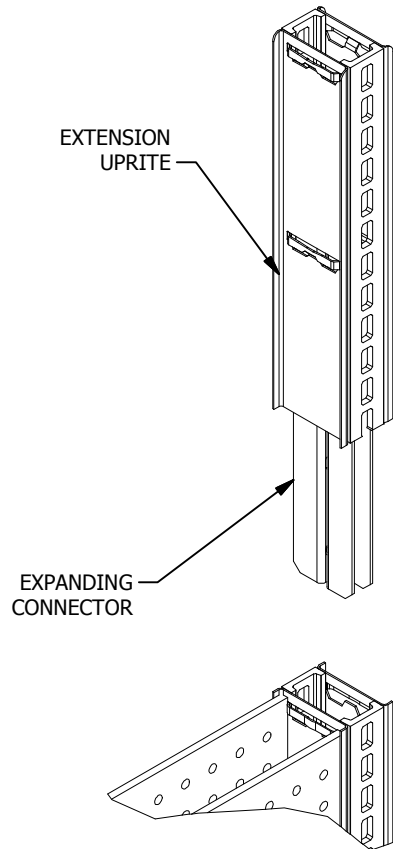

FIGURE 2
STEP 2: INSERT EXTENSION UPRITE INTO EXISTING UPRITE. (**FIGURE 2**)